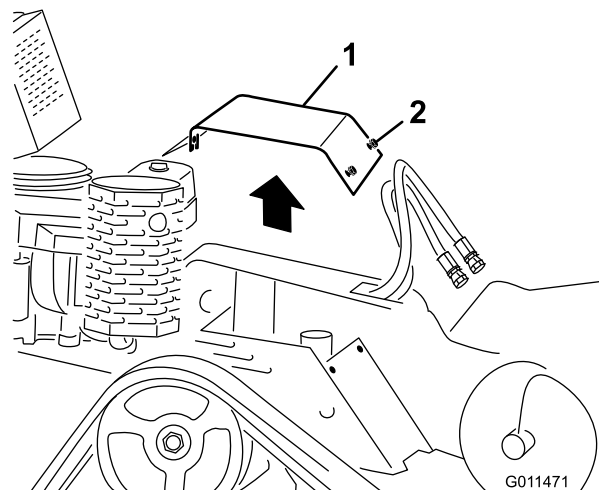

Figura 25
3. Afloje secuencialmente los tres pernos que sujetan la cubierta al bastidor hasta que la cubierta quede libre (Figura 25).
2. Coloque la cubierta en su sitio y sujétela con los tres pernos que retiró anteriormente (Figura 25).